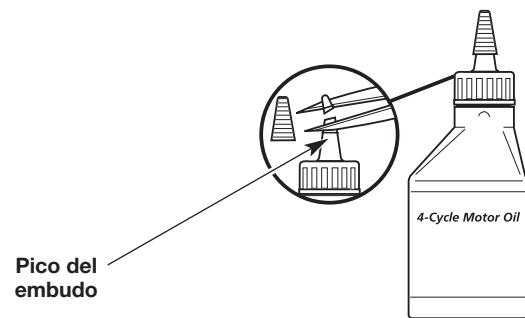

Fig. 6
- Saque la tapa de la botella de aceite. Corte la punta del pico del embudo (Fig. 6).